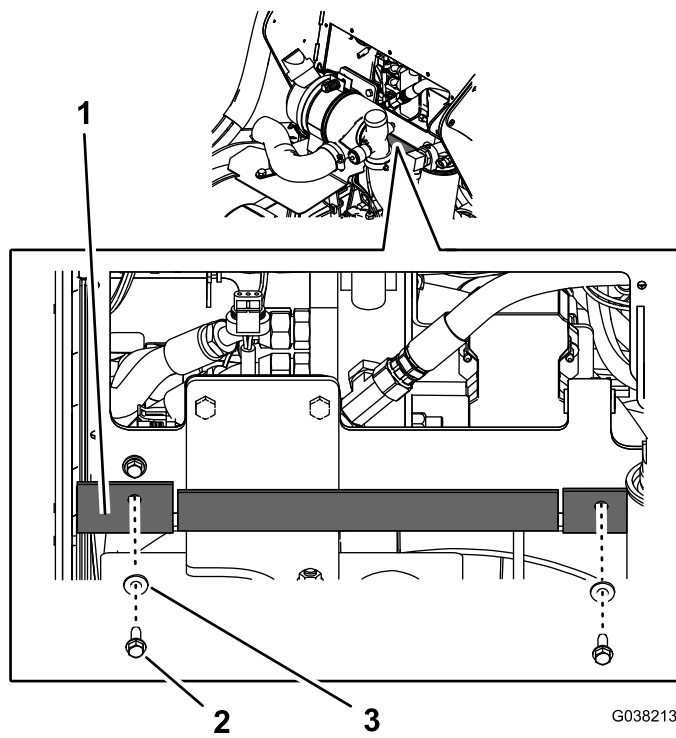

Рисунок 3
3. Выверните 2 болта с 2 шайбами, которые крепят резиновую перегородку, и опустите перегородку (Рисунок 3).